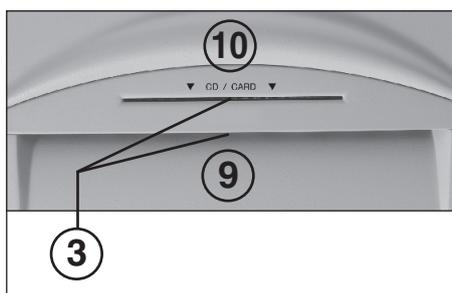

Abb. 2
- 3 = Lichtschanke (Vorwärtslauf) (Abb. 2)**
Papier durch den Papierzuführschacht (9) (Abb. 2) dem Schneidwerk zuführen.
Datenträger (CD, DVD, Kreditkarte oder 3,5"-Diskette) einzeln durch den separat angeordneten Sicherheits-Zuführschacht (10) (Abb. 2) dem Schneidwerk zuführen.